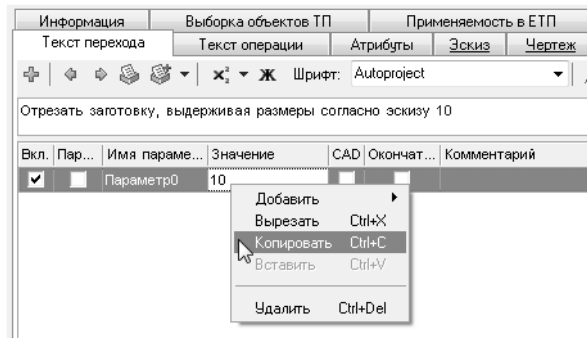

Рис. 13.5.
12. Скопируйте созданный параметр дважды. Для этого установите курсор на наименовании параметра и из контекстного меню выберите **Копировать** (рис. 13.5).